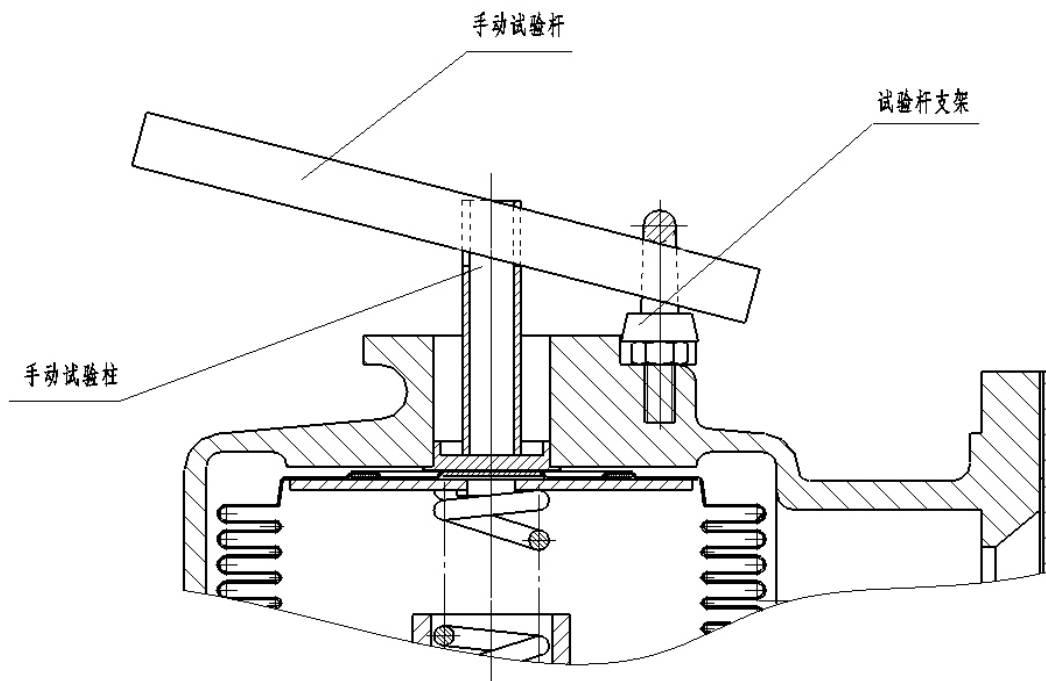

图3 手动测试装置
7.1 在变压器运输过程中，不要把速动油压继电器安装在变压器上，并且不要使速动油压继电器受到撞击。在速动油压继电器安装到变压器上之前，可用手动测试装置按以下步骤对其进行测试（如图3所示）
7.1.3 将手动试验杆安装在试验杆支架上,如图 3 所示,然后迅速压下试验杆,检查开关是否动作。